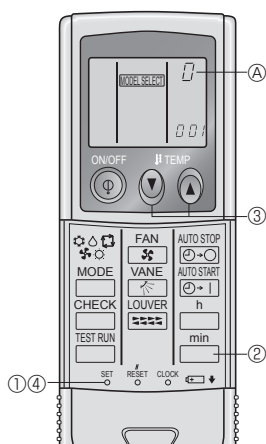

Fig. 6-4
4) Tildeling af en fjernbetjening til hver enhed (Fig. 6-4)